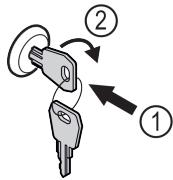

Fig. 180 Simbolična slika
- Vstavite ključ Fig. 180 (1).
- Ključ obrnite v smeri urnih kazalcev za 90° Fig. 180 (2).